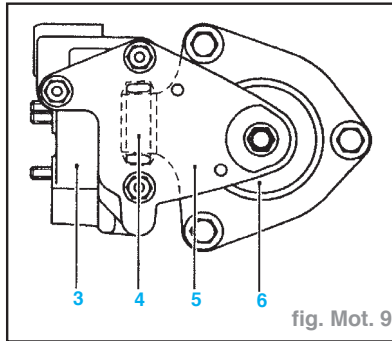

fig. Mot. 9
- Desserrer les vis du limiteur (4) (fig. Mot. 9).